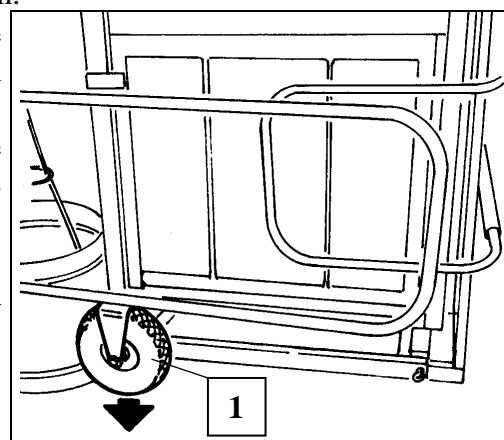

Fig. 24 Transporträder
- Transporträder (Fig. 24) einstecken und durch Anziehen der Ringmuttern sichern.